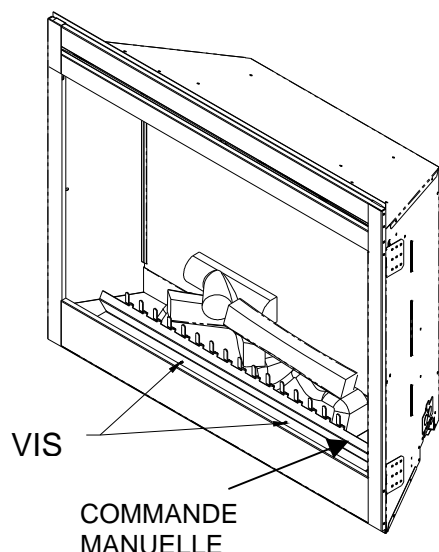

FIGURE 4
2. Soulever sur la partie avant du lit de braises de plastique ou de la grille de plastique et l'avancer jusqu'à ce que le taquet arrière se degage du rebord situé au bas du miroir. (figure 4)